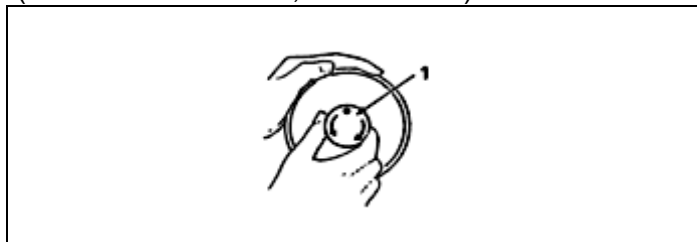

Fig. 5.
8. ENCHENDO A CARRETILHA (Fig. 5 e 6)